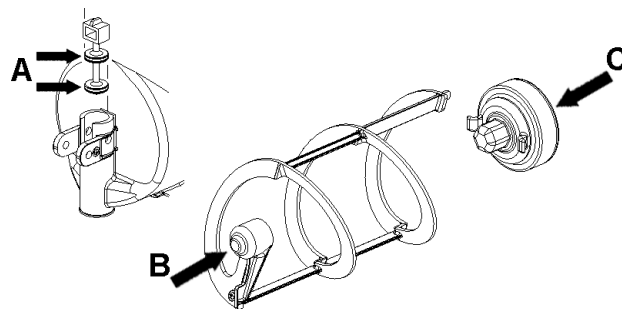

figura 13
- 2 Lubrificare il pistone rubinetto, il raschiatore esterno e il rotore magnetico esterno (nei punti A, B e C indicati in figura 13) utilizzando esclusivamente il grasso fornito dal fabbricante